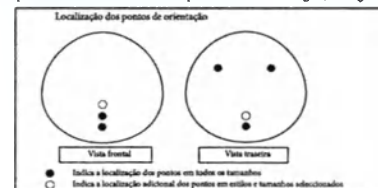

FIGURA 1
- Os implantes mamários com enchimento em gel e de lúmen único Natrelle®, de formato anatómico, incluem pontos de orientação para auxiliar no posicionamento correcto do implante durante a cirurgia (ver Figura 1).